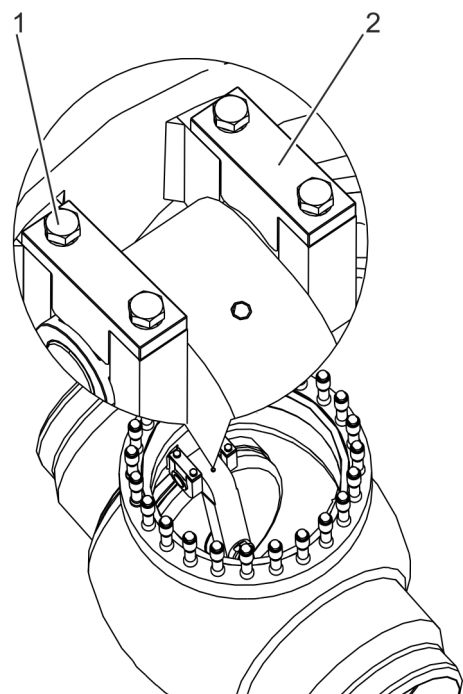

Fig. 36: Vissage des supports
- 16.** Fixer les supports (Voir la Fig. 36/2) avec des rondelles et des vis (Voir la Fig. 36/1) dans les pièces de maintien.